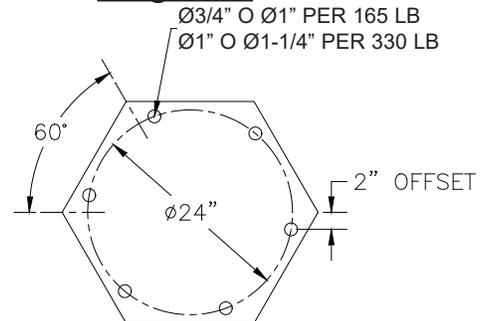

Fig. 3C. Modello di basamento a sei bulloni.
B) Forare il basamento in cemento utilizzando basamenti preforati in **fig. 3C** e **3D** come guida (usare punte di trapano raccomandate dal produttore dei bulloni di ancoraggio).